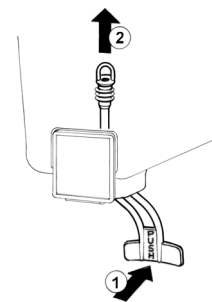

Bild 4
4 **Ausschlauchventil:** den Betätigungshebel des Hahns drücken (1) und den Gummischlauch aus der Auslauföffnung des Behälters lösen (2) (Bild 4).